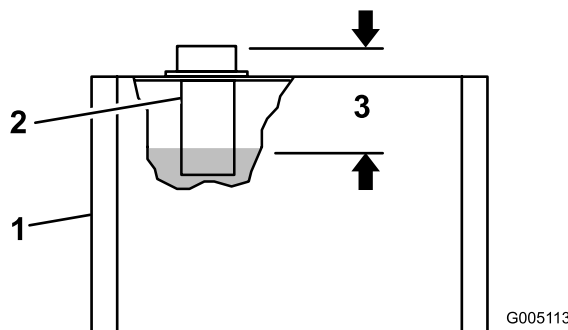

図 21
2. オイル・タンク上部にあるキャップを取って油量を点検する。補給口の根元から89mm程度下の位置に油面があれば適正とする (図 21)。